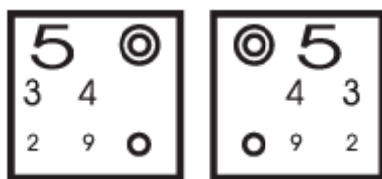

Fig.40
(1) Utilizați graficul roșu și verde pentru a determina valoarea exactă a lentilei sferice (vezi Fig.40). Întrebați pacientul care dintre ele se vede cel mai clar, roșu sau verde. Dacă cea verde se vede mai bine, înseamnă că miopia este crescută (hipermetropia a scăzut). Reduceți valoarea lentilei sferice